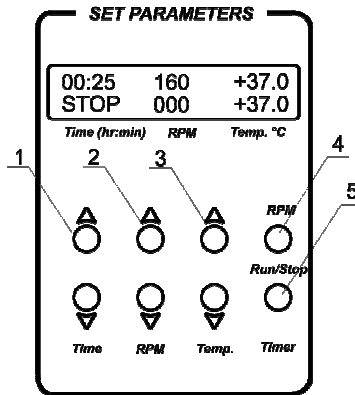

Abb. 1 Steuerung
- 4.3. **Einstellung der Zeit (Time).** Mit den Tasten ▲ und ▼ **Time** (Zeit) (Abb. 1/1) können Sie das gewünschte Arbeitszeitintervall in Stunden und Minuten einstellen (Schrittweite 1 Min). Wenn Sie die Taste länger als 3 Sek gedrückt halten, wird die Schrittweite erhöht.
- 4.4. **Einstellung der Geschwindigkeit (RPM)** Mit den Tasten ▲ und ▼ **RPM** (Abb. 1/2) wird die gewünschte Schüttelzeit in Umdrehungen/Minute eingestellt (Schrittweite 10 rpm). Wenn Sie die Taste länger als 3 Sek gedrückt halten, wird die Schrittweite erhöht.
- 4.5. **Einstellung der Temperatur (Temp. °C).** Mit den Tasten ▲ und ▼ **Temp.** (Abb. 1/3) wird die gewünschte Temperatur eingestellt (Schrittweite 0,1°C). Wenn Sie die Taste länger als 3 Sek gedrückt halten, wird die Schrittweite erhöht.
- 4.7. Drücken Sie die Taste **RPM-Run/Stop** (RPM-Laufen/Stop) (Abb. 1/4). Die Plattform beginnt zu rotieren und der Timer beginnt, das eingestellte Zeitintervall herunter zu zählen (mit 1 Min Präzision).
Achtung: Nach Ablauf der eingestellten Zeit stoppt die Plattformbewegung automatisch, die Heizung kann jedoch NUR manuell durch Herabsetzen der Temperatur mit der Taste ▼ **Temp.** ausgeschaltet werden (Abb. 1/3 - untere Taste), bis die Anzeige OFF (AUS) in der oberen Zeile des Displays erscheint.
- 4.10. Der Timer kann während des Gerätetriebs erforderlichenfalls neu gestartet werden. Drücken Sie die Taste **Timer-Run/Stop** (Timer-Laufen/Stop) einmal (Abb. 1/5), um den Timer zu stoppen. Drücken Sie die Taste **Timer-Run/Stop** (Timer-Laufen/Stop) erneut, um den Timer neu zu starten.